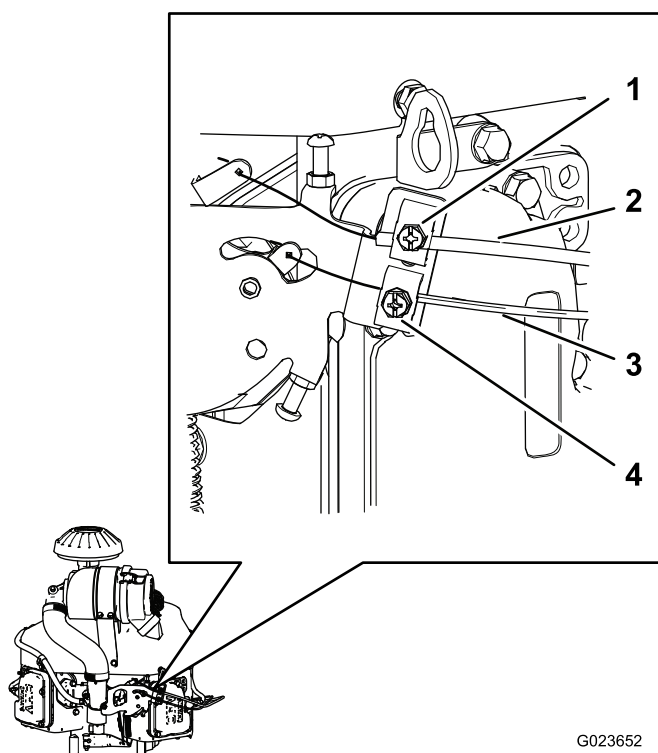

Figure 66
- Desserrez la vis du collier qui fixe la gaine du câble d'accélérateur au moteur (Figure 66).
- Tirez la gaine du câble d'accélérateur (Figure 66) jusqu'à ce que le mou du câble soit presque éliminé, puis serrez la vis de collier.
- Desserrez la vis de collier qui fixe la gaine du câble de starter au moteur (Figure 66).
- Tirez la gaine du câble de starter (Figure 66) jusqu'à ce que le mou du câble soit presque éliminé, puis serrez la vis de collier.